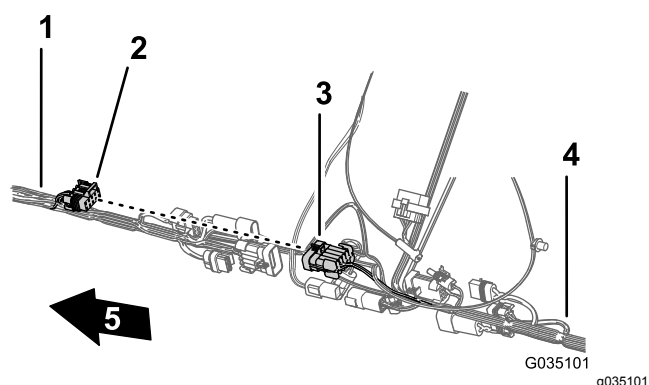

図 87
2. 前方ハーネスのスプレー用ハーネスインターコネクタの10ソケットコネクタを、後方ハーネスのスプレー用ハーネスインターコネクタの10ピンコネクタに接続する 図 87。